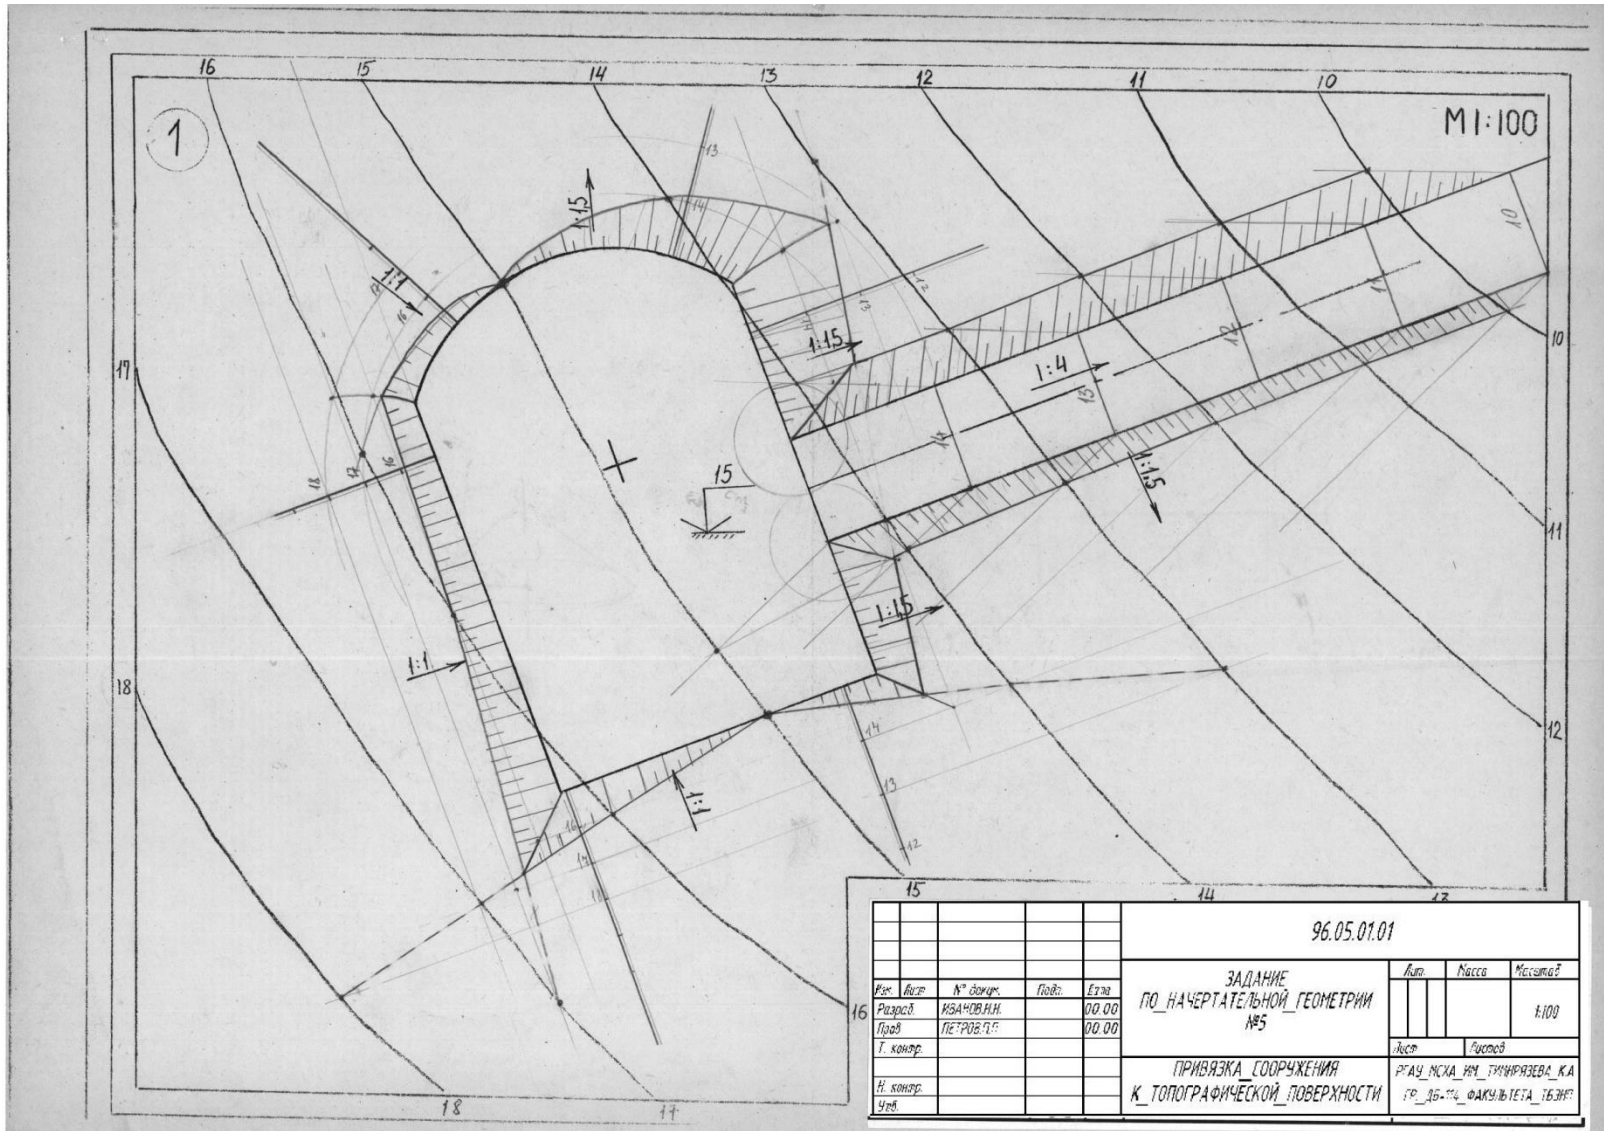

Рис. 4. Образец выполнения задания №4 по теме «Привязка сооружений»
**Тема 4:** «Привязка сооружения к топографической поверхности» (рис.4)